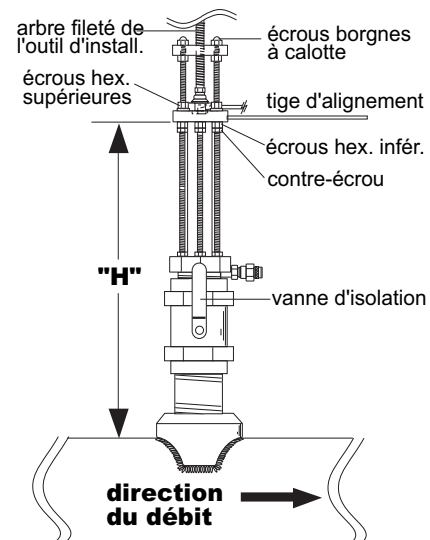

Fig. 12
- I.** A l'aide d'un masque de protection, **ouvrir lentement la vanne d'isolation et la mettre sur la position entièrement ouverte.** Dévisser les écrous hexagonaux et contre-écrous du bas et les mettre à la dimension "H" nécessaire. Tourner l'arbre de l'outil d'installation dans **le sens des aiguilles d'une montre** jusqu'à ce que la collerette du capteur soit en contact avec les écrous hexagonaux et les contre-écrous inférieurs. Visser les écrous hexagonaux supérieurs pour les descendre jusqu'à ce qu'ils soient en contact avec la collerette du capteur. Serrer les écrous hexagonaux supérieurs pour bien maintenir le capteur en place. (Fig. 12)